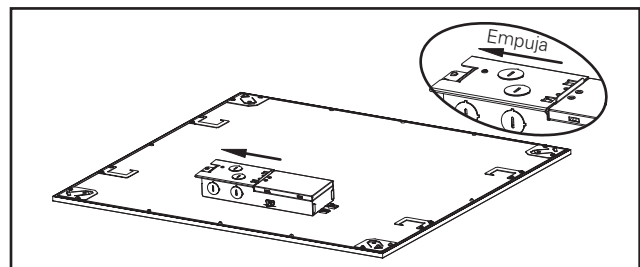

Imagen 1.
3. Ubica la tapa de la caja de conexiones del accesorio y deslízala para quitarla (Fig. 1).